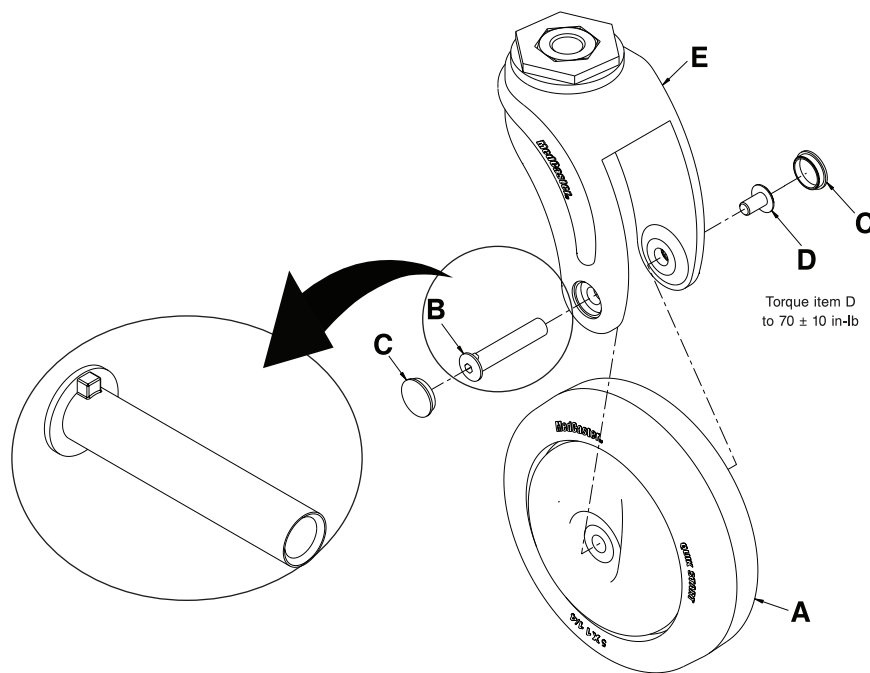

Figura 4-25: Sustitución de las ruedas pequeñas delanteras
2. Con un punzón, retire y guarde las cubiertas de los manguitos de tuerca de los ejes de las ruedas pequeñas (C) (Figura 4-25 de la página 4-42).
3. Con dos llaves hexagonales de 5/32 in, retire el manguito de tuerca del eje (B) y el tornillo del eje (D). Guarde el manguito de tuerca y el tornillo del eje. Cuando vuelva a colocar los tornillos del eje, utilice una llave dinamométrica de 3/8 in para apretarlos (D) a  $70 \pm 10$  in-lb ( $8 \pm 1,1$  Nm).
4. Sujete la rueda pequeña (A) y tire hacia fuera para sacar la rueda de la horquilla (E). Deseche la rueda.
**Nota:** La cabeza del manguito de tuerca del eje (B) presenta una chaveta (Figura 4-25 de la página 4-42). Alinee de forma adecuada la tuerca en la horquilla de la rueda pequeña (E) cuando la vuelva a instalar.